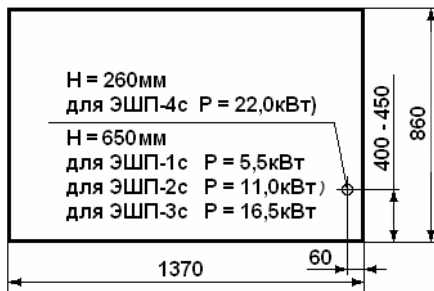

Рис.5
- 6.9 Рекомендуем, подвод электропитания к шкафу производить, скрытой в полу, трубной разводкой. Диаметр трубы – не менее 1/2" (Ø=22мм), см. рис.5.